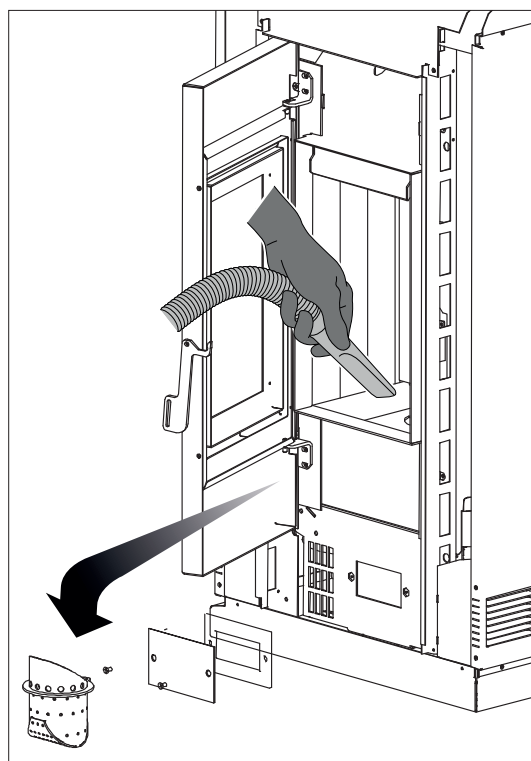

Fig. 2
Dopo aver pulito il braciere, toglierlo dalla sua sede e pulire il vano che lo contiene (fig. 2).
- Posizionare la cornice nella posizione corretta (Fig. 2).
- Bloccare la cornice avvitando le 2 viti nella parte inferiore (Fig. 2).
Ruotando il ventilatore è possibile uscire con un tubo aria canalizzazione di diametro 60mm dal retro della stufa. Seguire passo passo le istruzioni per ruotare il ventilatore. (Fig. 2)